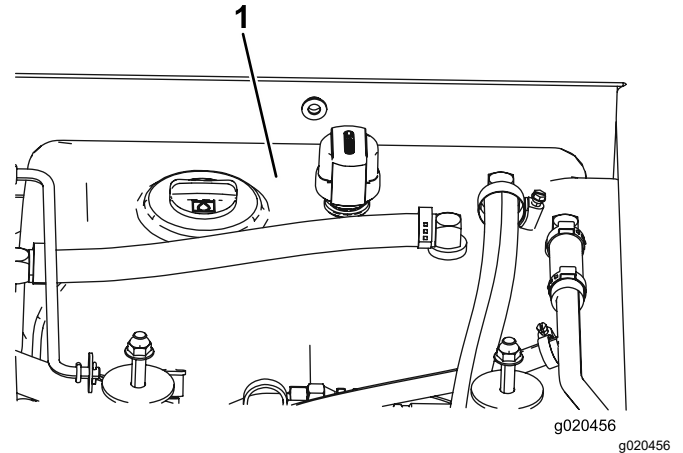

Figure 86
4. Remplissez le réservoir (Figure 86) de liquide hydraulique ; voir Entretien du système hydraulique (page 81).